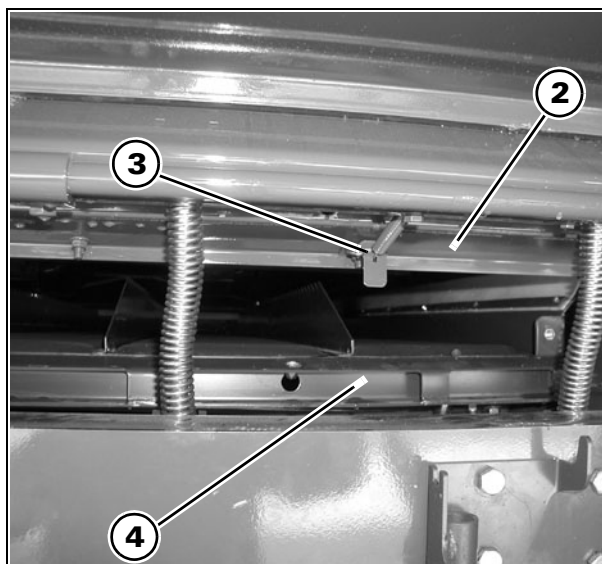

Рис. 53
- 2.) Отсоедините фартук (2 Рис. 53) от пружин (3).
- 4.) Отверните винт (1) с обеих сторон.
- 6.) Установите обе опоры (2).
- 7.) Поверните рычаг (3) вверх, чтобы ослабить пружины (4).
- 8.) Снимите все пружины (4) и штифты.
- 9.) Снимите узел камнеуловителя (5) и сместите его на опоры (2).